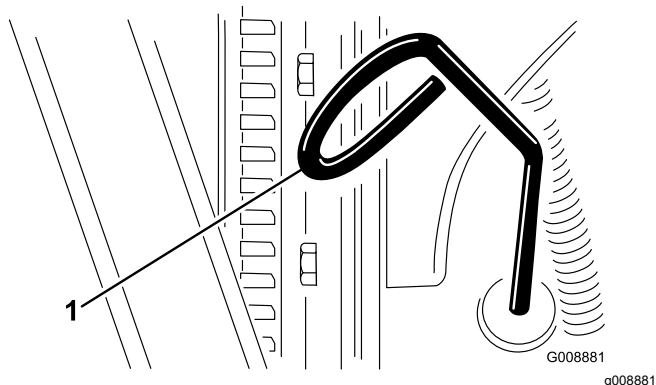

Рисунок 59
2. Выньте масломерный щуп (Рисунок 59) и протрите его чистой ветошью.